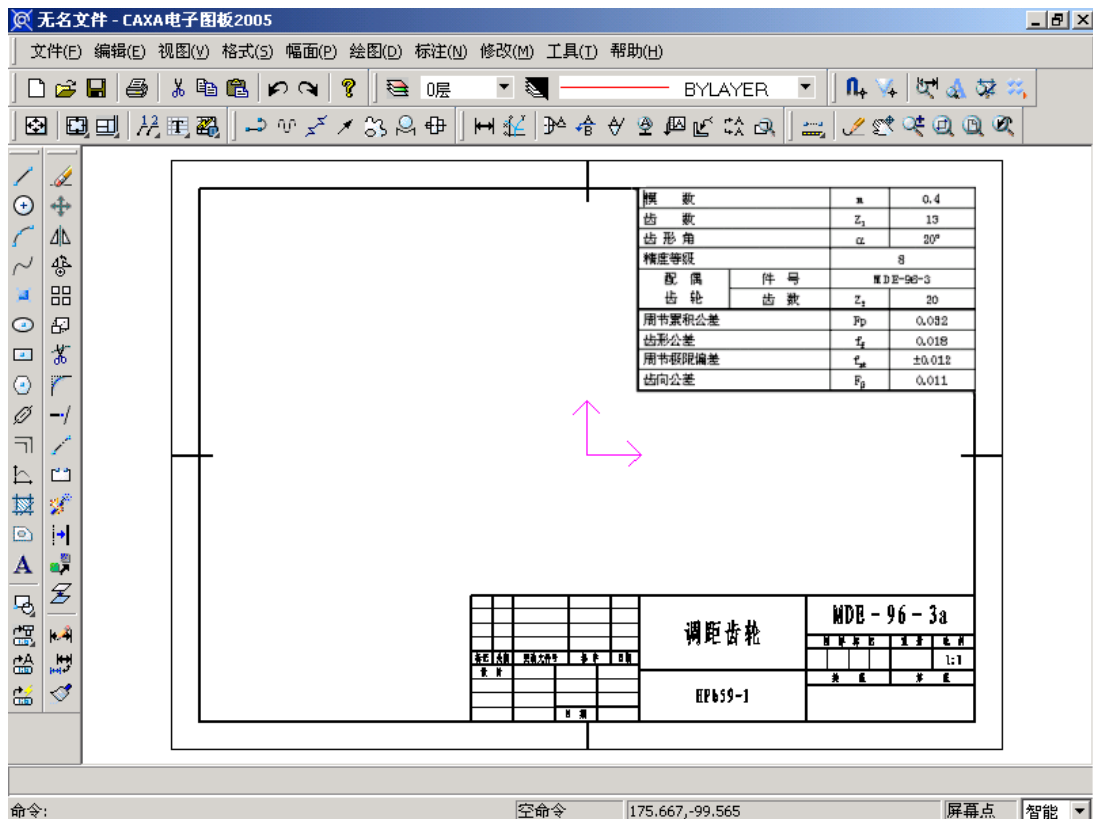

图 18-25 操作结果
4. 这时可以看到插入对象的大小和位置均不合适，尤其是对象的宽度比较小，不足以显示全部表格。用鼠标拖动对象下边框中部的尺寸句柄（即黑色小方块）可增加对象宽度以显示出全部表格。通过鼠标拖动对象及其四周的八个尺寸句柄，可将表格调整到合适的尺寸和位置，如图 18-25 所示。